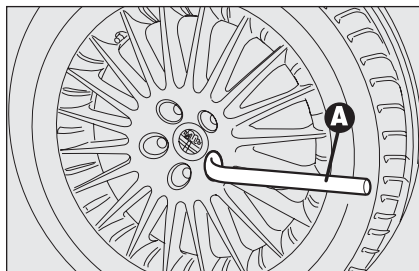

fig. 5
- utilizzando la chiave in dotazione **A-fig. 5** allentare di circa un giro i bulloni di fissaggio; per vetture dotate di cerchi in lega, scuotere la vettura per facilitare il distacco del cerchio dal mozzo della ruota;